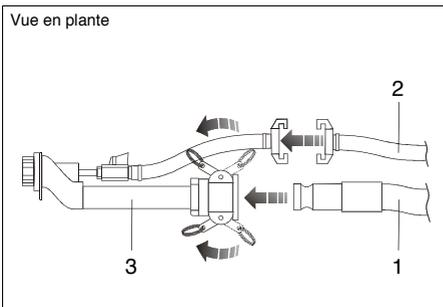

FIG.24 (Connexion des tuyaux de transport matériau et air à la lance de projection)
- 1) Connecter le tuyau de transport matériau fourni en dotation (FIG. 24 - Réf. 1) à la lance de projection (FIG. 24 - Réf. 3);
- 2) Connecter le tuyau de l'air fourni en dotation (FIG. 24 - Réf. 2) à la lance de projection (FIG. 24 - Réf. 3).